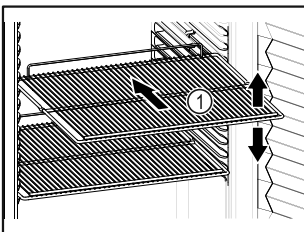

Fig. 50 Esimerkkikuva
- ❑ Sovita siirrettävät ritalätsot Fig. 50 (1) korkeuden mukaan.